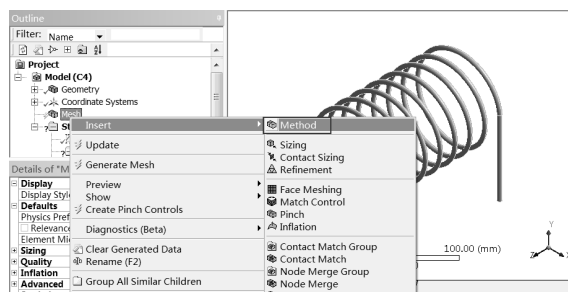

图 19-111 插入网格划分方式
Step1：网格设置。在 Project Model(B4) Mesh 选项上右击，在弹出的如图 19-111 所示快捷菜单中选择 Insert Method 命令。